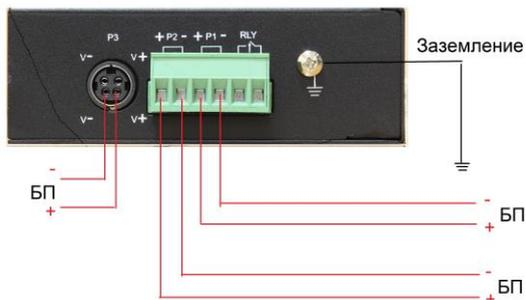

Рис.4 Схема подключения блоков питания к клеммной колодке коммутатора SW-7052/I
3. Во избежание электромагнитных наводок нужно заземлять коммутатор SW-7052/I (Рис. 4)